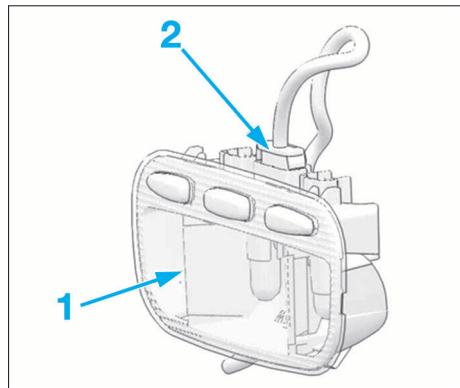

FIG. 89
- Déclipper le plafonnier (1) vers l'arrière, puis débrancher le connecteur (2) (Fig.89).